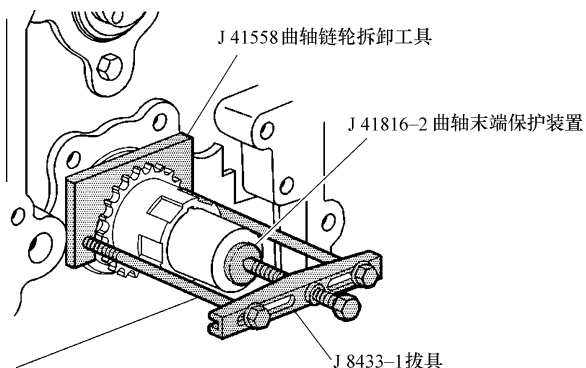

图 17-27 安装专用工具
- 5) 如图 17-27 所示，安装专用工具，准备拆卸曲轴链轮